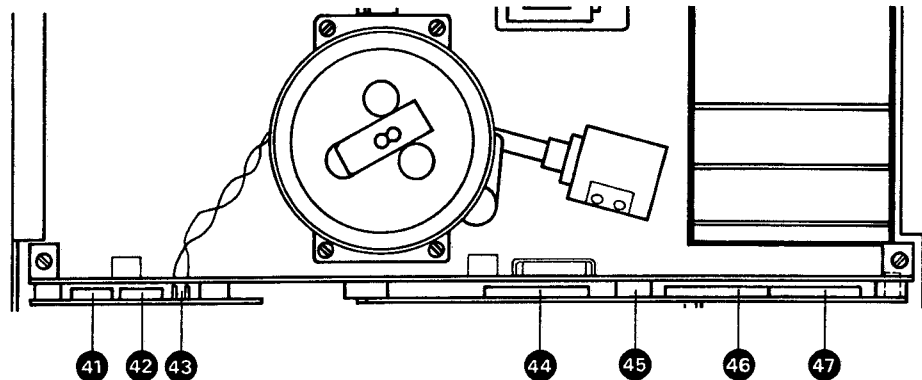

Fig. 3.19.-1
- 3 Steckverbindungen (41), (42), (43) (Fig. 3.19. - 1) lösen.
- Disconnect 3 plug-in connections (41), (42), (43) (fig. 3.19. - 1).
- Débrancher les 3 fiches peigne (41), (42), (43) (Fig. 3.19. - 1).
- 4 Steckverbindungen (44), (45), (46), (47) (Fig. 3.19. - 1) lösen.
- Disconnect 4 plug-in connections (44), (45), (46), (47) (fig. 3.19. - 1).
- Retirer les 4 fiches peigne (44), (45), (46), (47) (Fig. 3.19. - 1).